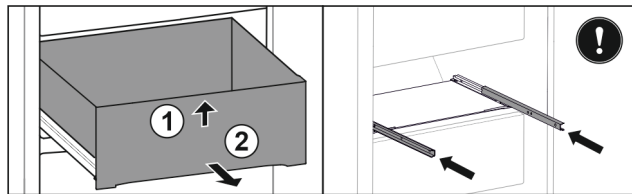

Fig. 34*
- ▶ Повдигнете чекмеджето отпред Fig. 34 (1).*
- ▶ Извадете напред Fig. 34 (2).*